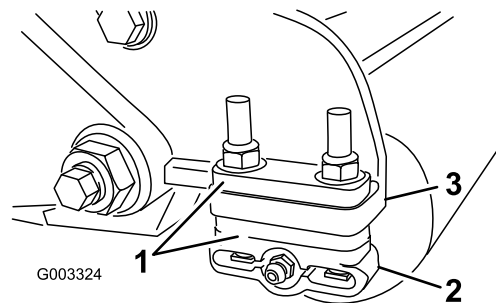

Figura 12
1. Ajuste os suportes do rolo traseiro (Figura 12) no limite de corte desejado posicionando a quantidade necessária de espaçadores por baixo da flange de montagem da placa lateral (Figura 12), de acordo com a secção Tabelas de altura de corte e de seleção de lâminas (página 13).